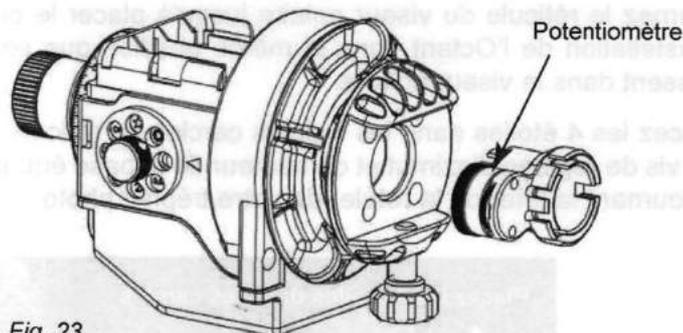

Fig. 23
1. Retirez le bouchon (3).
2. Insérez l'éclairage à l'avant du viseur (Fig. 23).